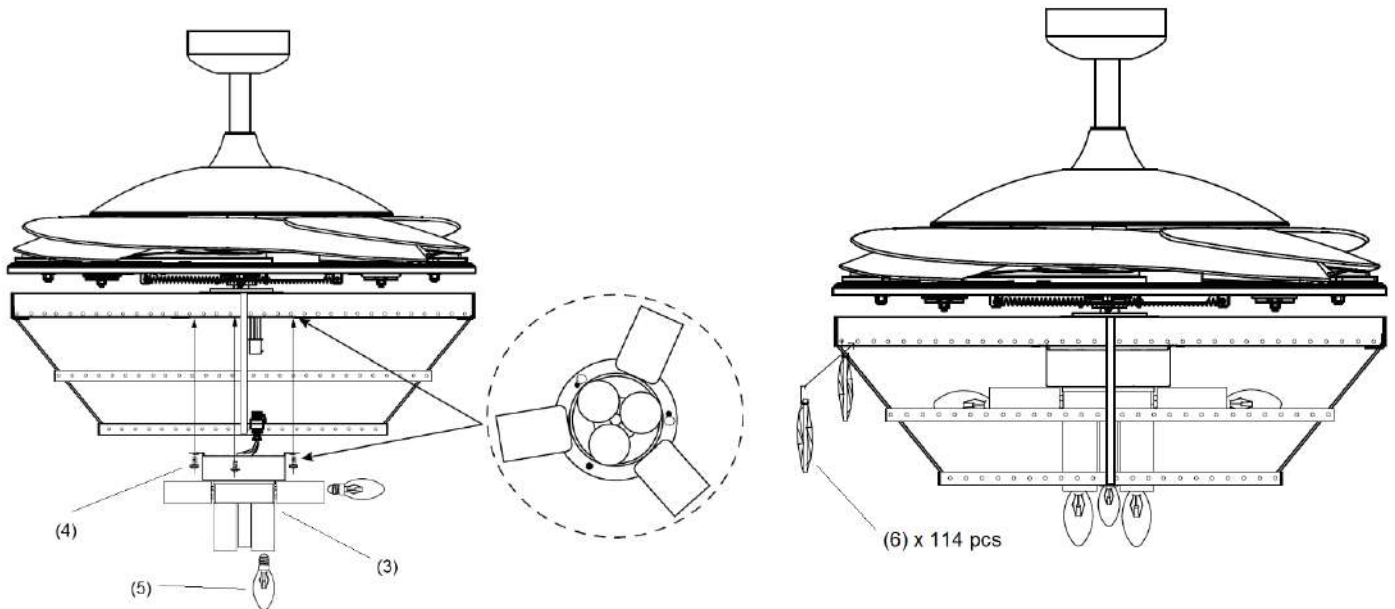

Fig. 8
4. Conecte el conector rápido a la pieza del soporte de la lámpara (3). (Fig. 8)
5. Fije la pieza del soporte de la lámpara (3) al soporte del juego de luces ajustando los 3 tornillos (4). No los apriete en exceso.
6. Instale las esferas (5) en los soportes de las lámparas. No exceda la potencia máxima nominal.
7. Instale las gotas decorativas (6) en el juego de luces.